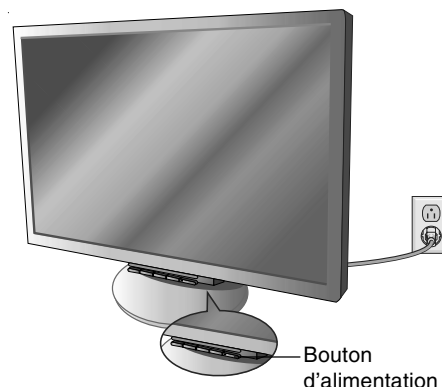

Figure D.3
10. Connectez le cordon d'alimentation à la prise de courant (**Figure D.3**).
11. Allumez le moniteur avec le bouton d'alimentation situé à l'avant ainsi que l'ordinateur (**Figure D.3**).